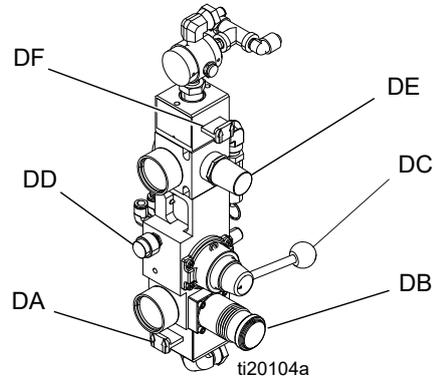

FIG. 32: Controles de la bomba de alimentación
- c. Ponga la válvula deslizante de aire principal (DA) y la válvula deslizante del motor neumático (DF) en posición OFF. Consulte la FIG. 32.
- m. Con el plato presionando el fluido, ponga la válvula deslizante del motor neumático (DF) en posición ON. Consulte la FIG. 32. La bomba de alimentación comenzará su ciclo de funcionamiento. Continúe bombeando hasta vaciar el cubo o hasta que se haya añadido al tanque la cantidad deseada de fluido. Ponga la válvula deslizante del motor neumático (DF) en posición OFF para detener la bomba de alimentación.
- n. Para sacar el plato del cubo, presione la válvula de purga (DD) y levante la válvula directora. La bomba de alimentación empujará aire presurizado en el cubo para retirarlo del plato. No deje que el cubo salga del bastidor. Si lo hace, baje el plato y vuelva a intentarlo.